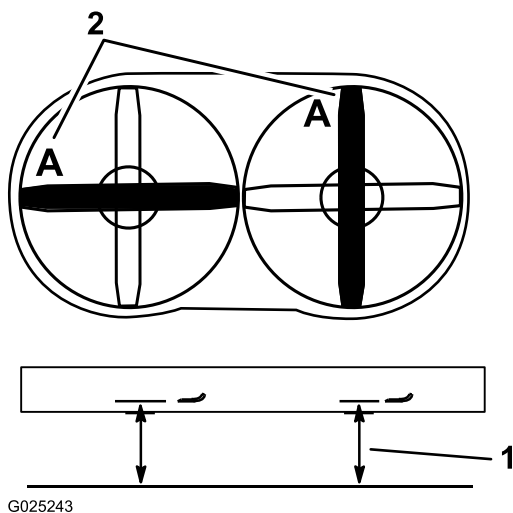

Figura 71
- Ruotate una lama come illustrato nella Figura 71.
- Misurate da un piano orizzontale fino al tagliante della lama, posizione A (Figura 71). Prendete nota di questa misura.